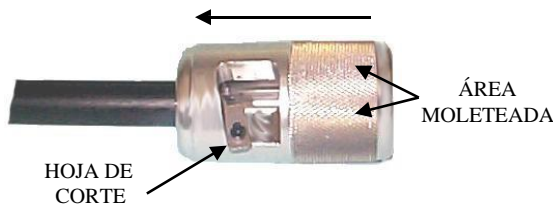

Fig. 1
**Paso 1.** (Fig. 1) Para quitar la cubierta del cable, sujete el extremo moleteado del JST y coloque el extremo de la cuchilla de la herramienta en el cable. *Enganche la cuchilla en la cubierta del cable. No fuerce la cuchilla sobre la chaqueta.*